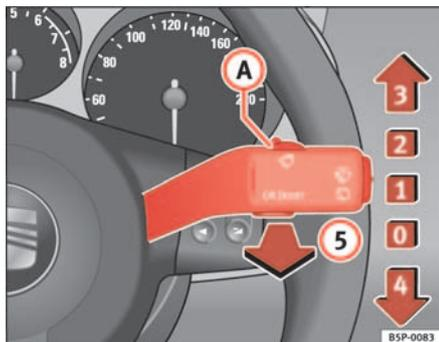

Fig. 84 Palanca del limpiacristales
La palanca del limpiacristales ⇒ fig. 84 tiene las siguientes posiciones:
- Si se detiene el vehículo estando el limpiaparabrisas funcionando en la posición ⇒ **página 128, fig. 84 ②** o en la posición **③**, automáticamente comenzará a funcionar en una posición inferior. Si el vehículo reinicia la marcha, el limpiaparabrisas seguirá funcionando en la posición seleccionada originalmente